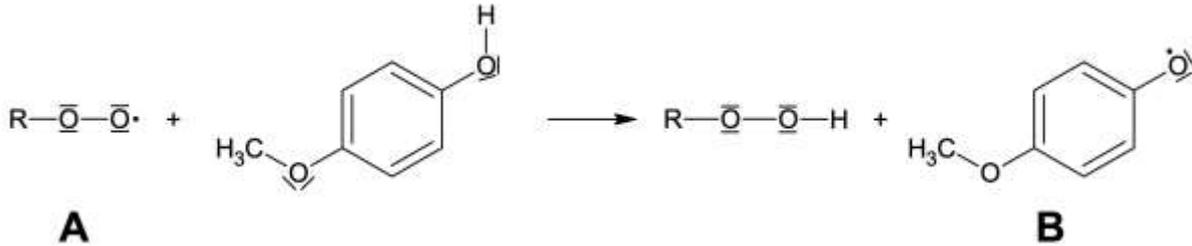

Abb. 6: Zwischenschritt beim Radikaleinfang durch 4-Methoxyphenol
1.3.1 4-Methoxyphenol (Abb. 5) sorgt für eine bessere Lagerfähigkeit von Acrylnitril, da es unerwünschte reaktive Teilchen wie Hydroperoxid-Radikale (B) abfängt. Dabei findet folgende Reaktion (Abb. 6) als Zwischenschritt statt: